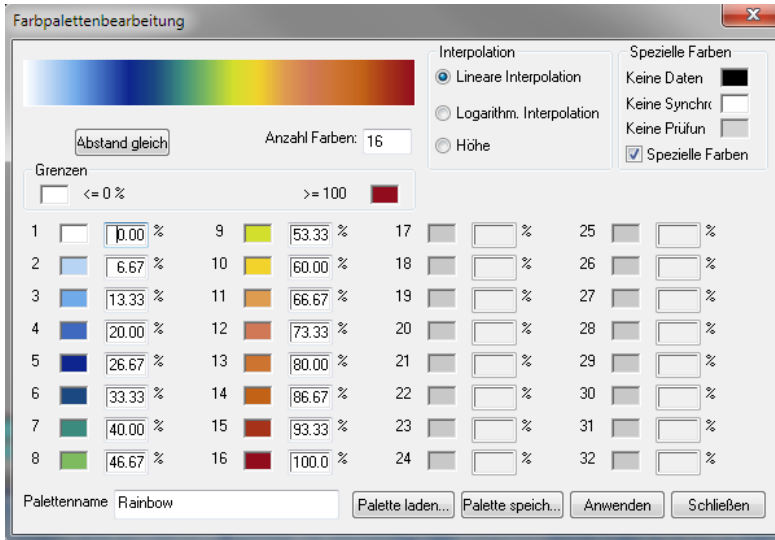

Abbildung 7-48 Dialogfeld Farbpalettenbearbeitung
- Um das Dialogfeld **Farbpalettenbearbeitung** einzublenden (siehe Abbildung 7-48 auf Seite 406):